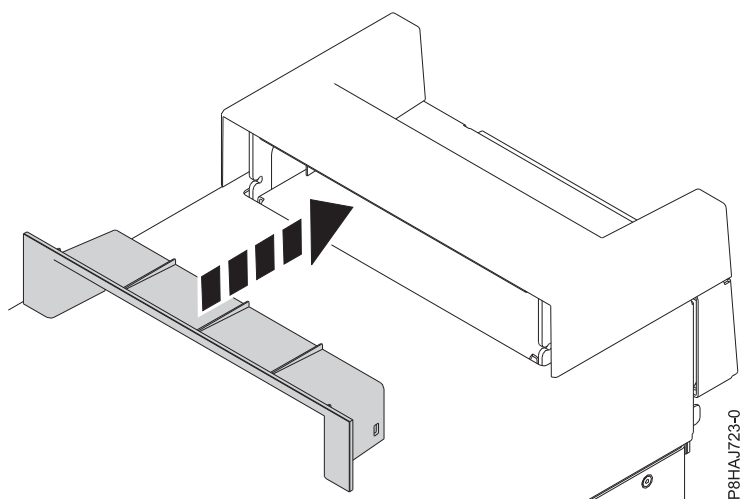

図 67. 8286-41A スタンドアロン・システムのハンドル・カバー内の断片の差し込み
2. ハンドル・カバーの断片をしっかりとハンドル・カバーに押し込んで、断片をハンドル・カバー内に差し込みます (118 ページの図 67 を参照)。